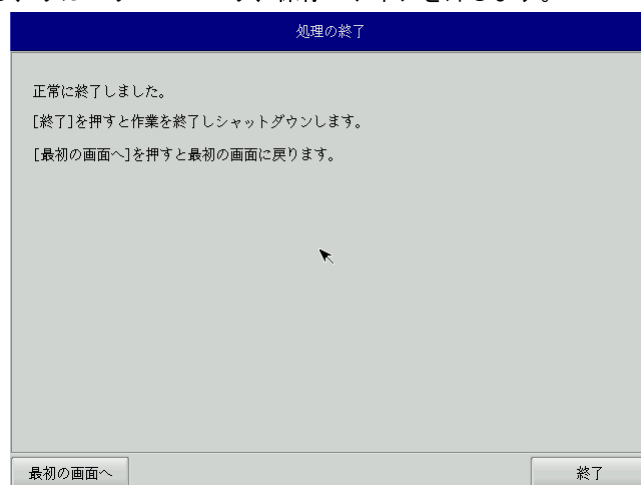

図 5-2-9. 終了画面
- ⑬ 終了画面（図 5-2-9）が表示されるとバックアップファイルの書き込みは完了です。[終了]ボタンを押して電源を落とし、リカバリ USB メモリ、保存メディアを外します。